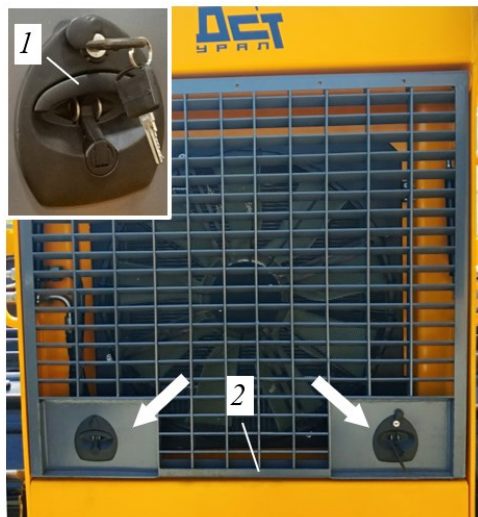

Рисунок 5.46. Защитная решетка радиаторов
- ▶ Открыть защитную решетку блока радиаторов см. рис. 5.46.
- ▶ Опустить защитную решетку радиатора и запереть ее на ключ рис. 5.46.
▶ Открыть защитную решетку радиатор рис. 5.46, подробный алгоритм действий изложен в п. 5.9.2 Чистка блока радиаторов сжатым воздухом.